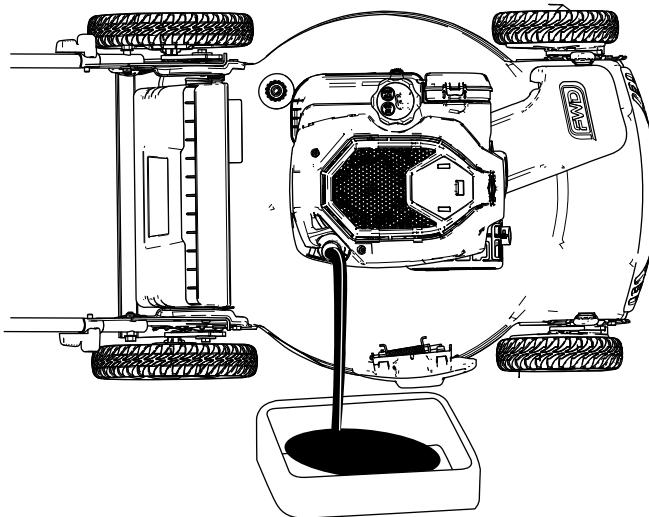

図 25
- エアフィルタが下になるように機体を横に傾けて、エンジンオイル補給口からエンジンオイルを抜く図 25。